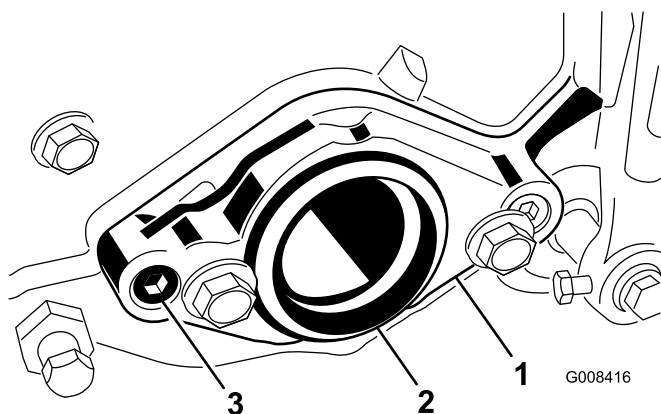

Figure 8
2. A l'extrémité droite du plateau de coupe, retirez l'obturateur en plastique du logement de roulements (Figure 8).
3. Retirez les (2) vis Allen qui fixent le support du moteur au côté droit du plateau de coupe. Déposez le support du moteur (Figure 8).
6. Montez le support du moteur à l'extrémité gauche du plateau de coupe au moyen des (2) vis Allen retirées précédemment Figure 8. Serrez les vis à un couple de 16 à 20 Nm.